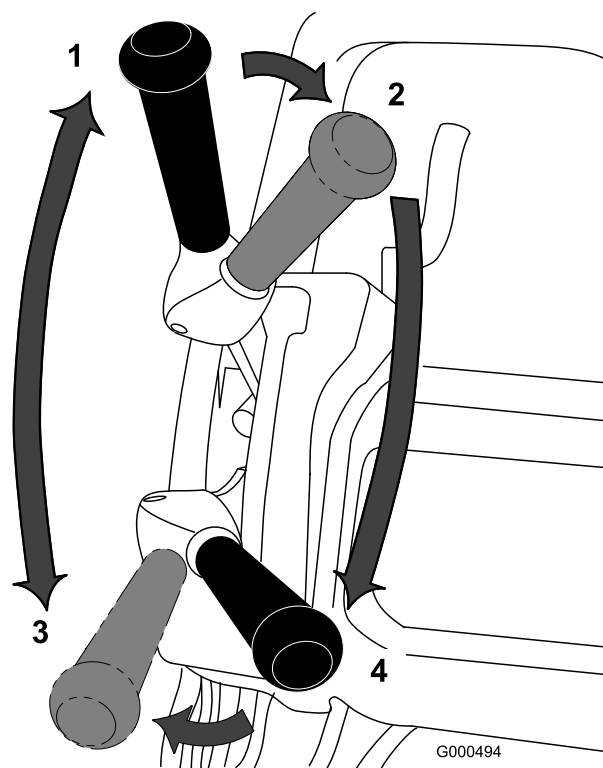

図 26
1. エンジンを始動、スロットルを下げ、ハンドルを押し下げてカッティングユニットを上げ、オペレータコントロールを握り、走行レバーを「入」にセットして、グリーンのカラー（縁）に入る（図 26）。
2. 走行レバーを解除し、リールレバーを回転側に倒す（図 26）。
3. 走行レバーを「走行」に入れ、スロットルで希望の走行速度に調整し、グリーン入ってリールを下ろし、刈り込み作業を始める（図 26）。